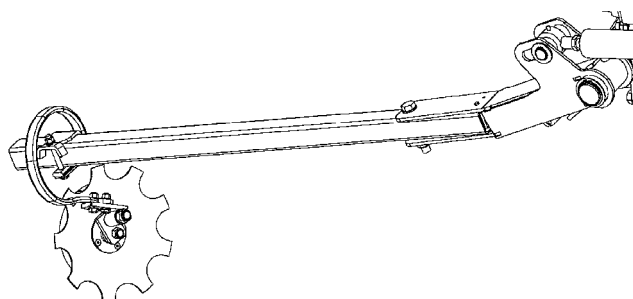

Рисунок 18 Диск маркера на консоле
3. Установите рычаг маркера в консоль. (Рисунок 18)